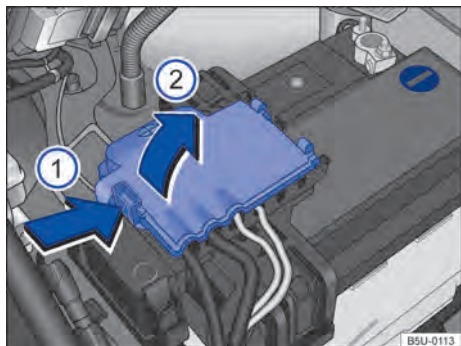

Fig. 183 Compartimento do motor: acesso ao terminal positivo da bateria.
- Abrir a cobertura do polo positivo. Para abrir pressionar a trava no sentido da seta ⇒ **Fig. 183** ①, rebater a cobertura para o lado no sentido da seta ②.